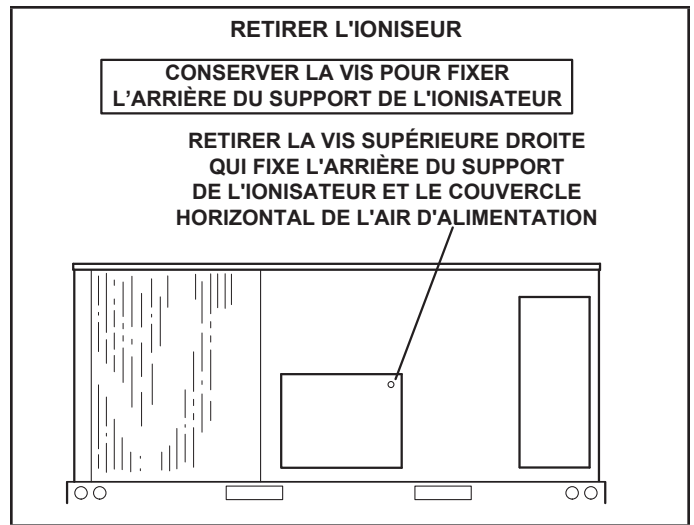

FIGURE 40
- 1 - À l'arrière de l'unité, retirez la vis qui maintient l'arrière du support de l'ionisateur. Reportez-vous à la FIGURE 40. Conservez la vis pour fixer la partie arrière du support de l'ionisateur.